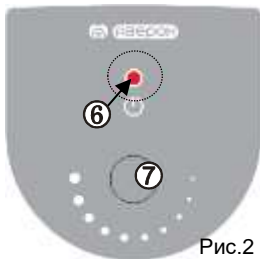

Рис.2
- Включение нагрева отображается светодиодом (6), рис.2.
- не светится (не мигает) – нагрев выключен, ручка (7) в крайнем левом положении,
- Задание температуры - вращением ручки (7): по часовой стрелке – увеличение температуры, против часовой стрелки – уменьшение температуры.